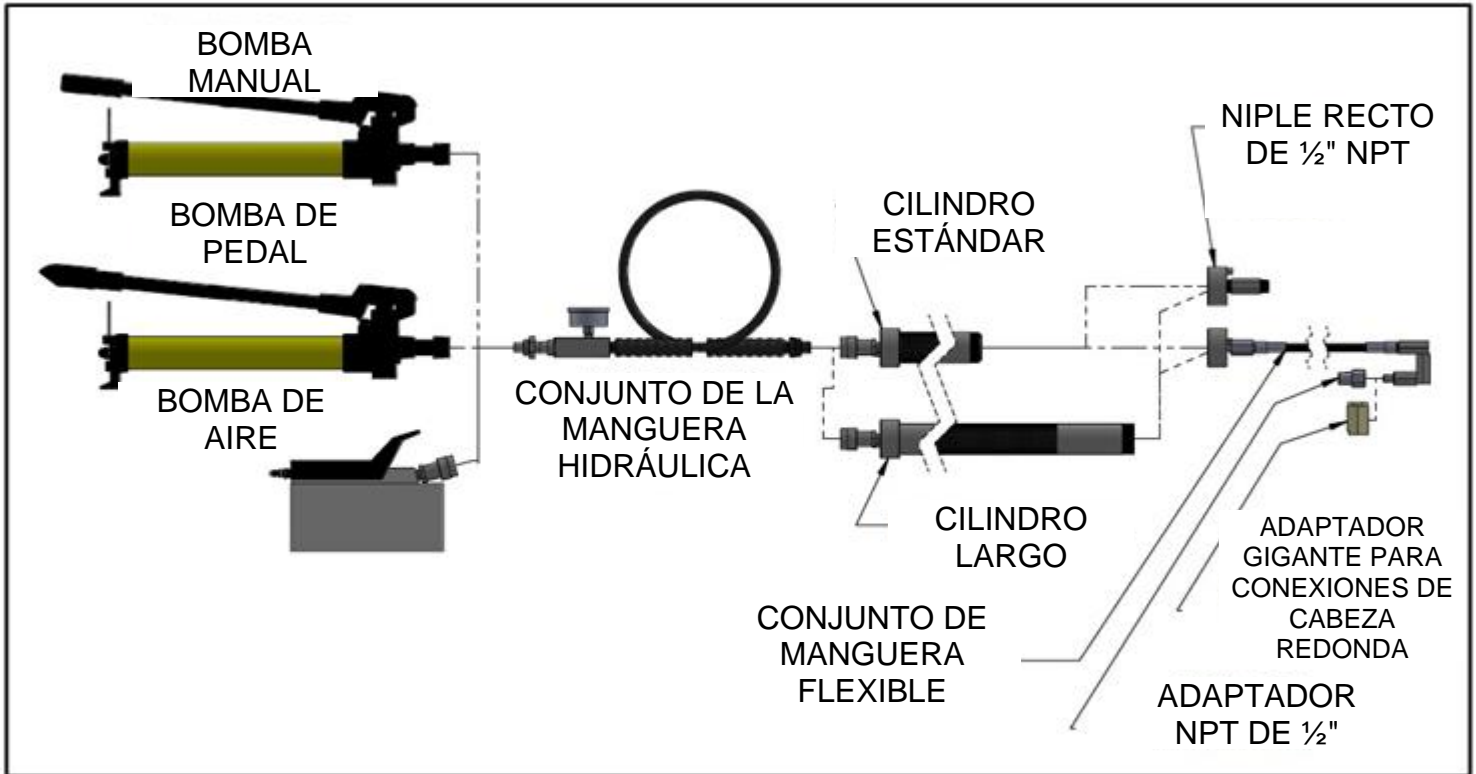

Figura 4
PLIDCO ofrece bombas hidráulicas para selladores con cilindros estándar y largos. Puede elegir entre tres variaciones de bomba diferentes: Bomba manual, bomba de pedal y bomba de aire. Todas utilizan conexiones hidráulicas estándar que son intercambiables entre las unidades. La Figura 4 muestra las diferentes variaciones en las bombas. Todas las unidades vienen en un estuche Pelican® para su almacenaje entre usos.
- 1.) La Figura 4 anterior muestra cómo ensamblar las unidades después de sacarlas del estuche.